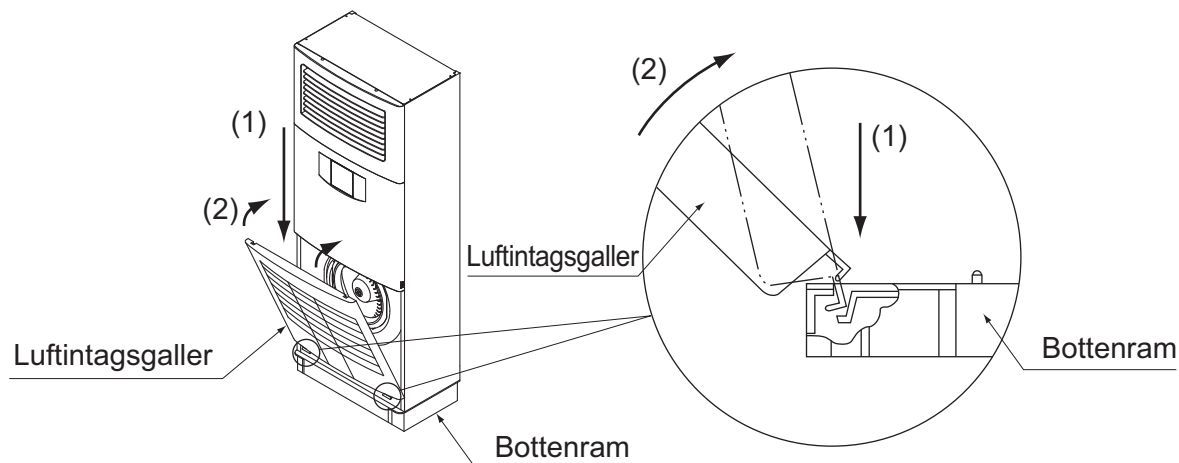

Bild 40
1. Haka fast suggallret på spåret på enhetens nedre ram i ordningen (1)→(2). (Se bild 40)